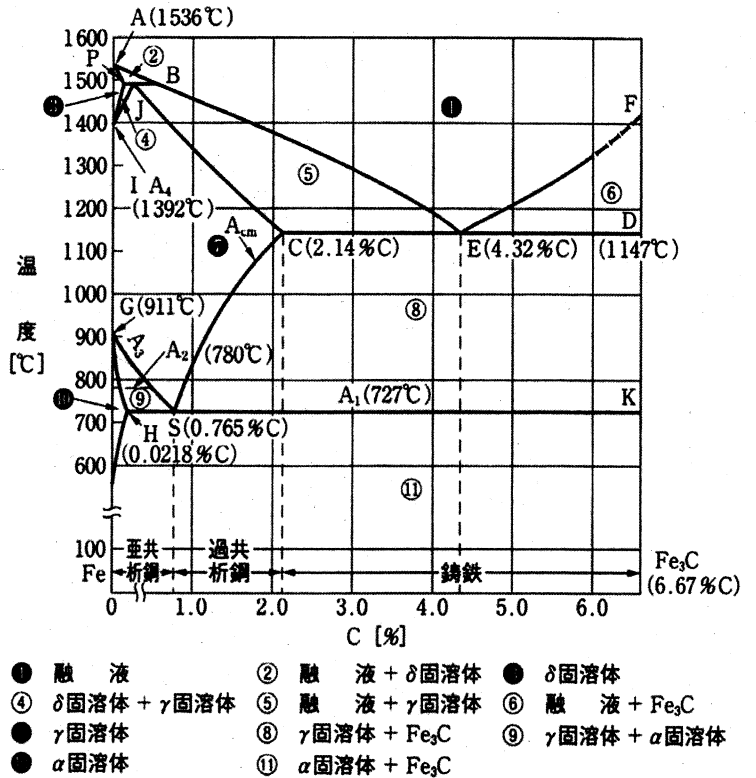

図2 Fe-C系平衡状態図
1) 図2はFe-C系平衡状態図である。
① 共析鋼の炭素濃度 (%C) を答えよ。
② Fe_3C で示される化合物の名称を答えよ。
③ α 固溶体 + Fe_3C で構成される層状組織の名称を答えよ。
① 過共析鋼をオーステナイト組織の状態から徐冷 (炉内で冷却) した際に室温で得られる組織。
② 共析鋼をオーステナイト单相温度から水冷 (急冷) した際に得られる組織。